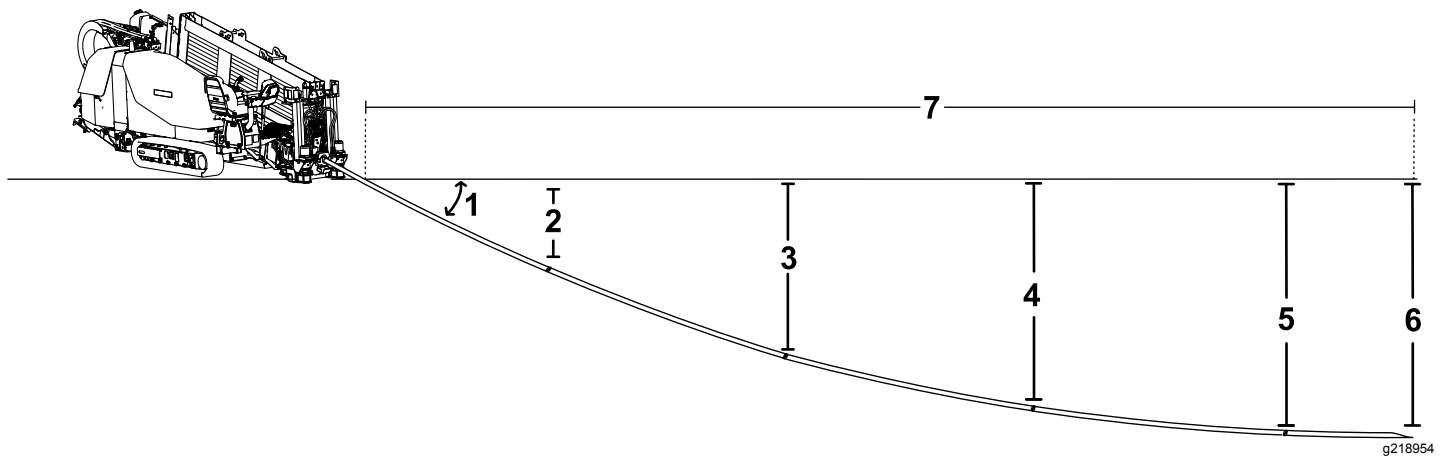

Figure 44
- Vous insérez les premiers 3 m (10 pi) d'outil/tige de forage dans le sol en ligne droite. La fin de l'outil de forage est à 76 cm (30 po) de profondeur (Figure 44).